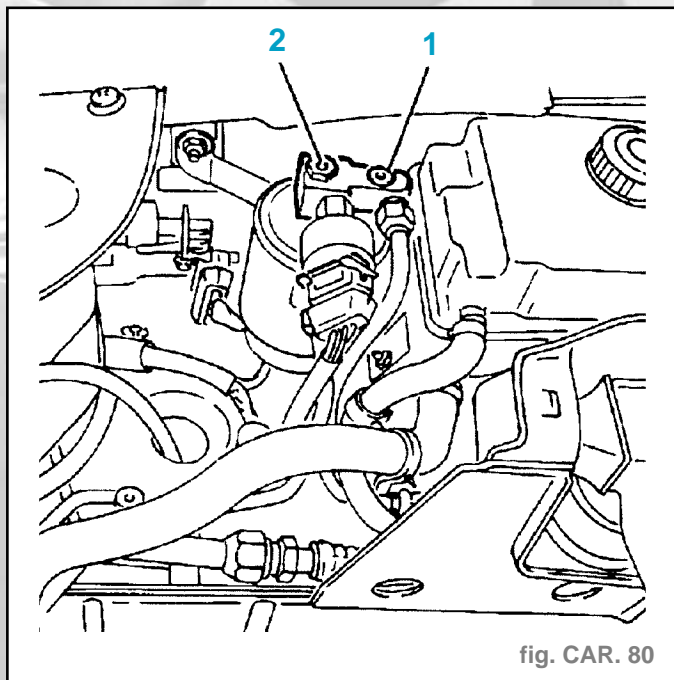

fig. CAR. 80
- Aucune bulle ne doit apparaître en (1) pour un régime moteur stabilisé et le système en fonctionnement (fig. CAR. 80).